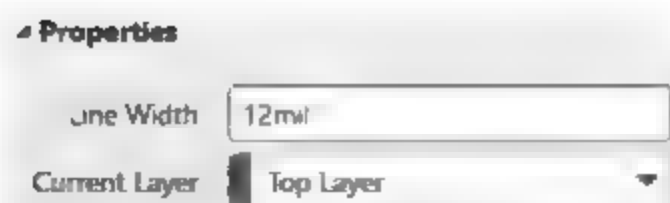

图 3-27 线条属性编辑面板
(1) 执行菜单栏中“放置”→“线条”命令，或单击工具栏中的“放置线条”按钮，光标变成十字形状。
(2) 将光标移到要放置线条的位置，单击鼠标确定线条的起点，多次单击确定多个固定点。在放置线条的过程中，如需要拐弯，可以单击确定拐弯的位置，同时按“Shift + 空格键”组合键切换拐弯模式。在 T 形交叉点处，系统不会自动添加节点。线条绘制完毕后，右击鼠标或按 Esc 键退出。
(3) 设置线条属性。双击需要设置属性的线条(或在绘制状态下按 Tab 键)，系统将弹出相应的线条属性编辑面板，如图 3-27 所示。